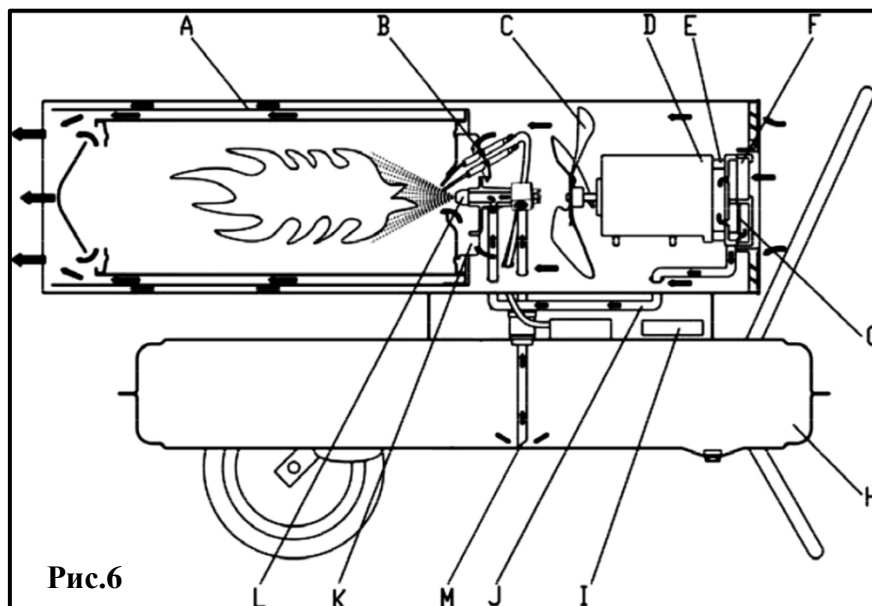

Рис.6
- проникает в тепловой изоляционный слой камеры «А», забирая тепло из изоляционного слоя, чтобы поверхность горелки не перегрелась. Свеча перестает работать через несколько секунд после зажигания (Рис.6).